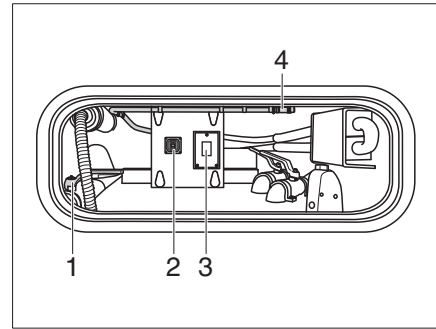

Fig. 354 Risciacquo della cassetta della toilette sminuzzatrice (vista nella cassa di stivaggio)
- Aprire il rubinetto di svuotamento (Fig. 354,1).
- Premere l'interruttore (Fig. 354,3).
- Azionare l'interruttore (Fig. 354,2) per la pompa di svuotamento.
- Sganciare il tubo flessibile di lavaggio del serbatoio (Fig. 354,4) dalla cassa di stivaggio e collegarlo a un punto di prelievo dell'acqua di rete.
- Dopo il risciacquo, staccare il tubo dal punto di prelievo dell'acqua di rete e riporlo nella cassa di stivaggio (Fig. 354,4).
- Chiudere il rubinetto di svuotamento (Fig. 354,1).